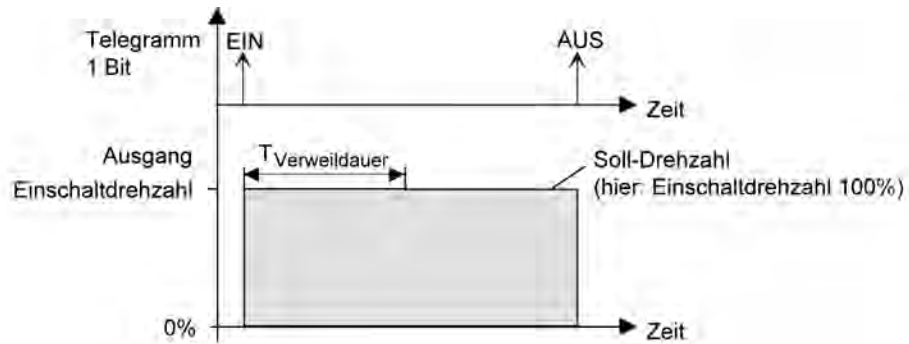
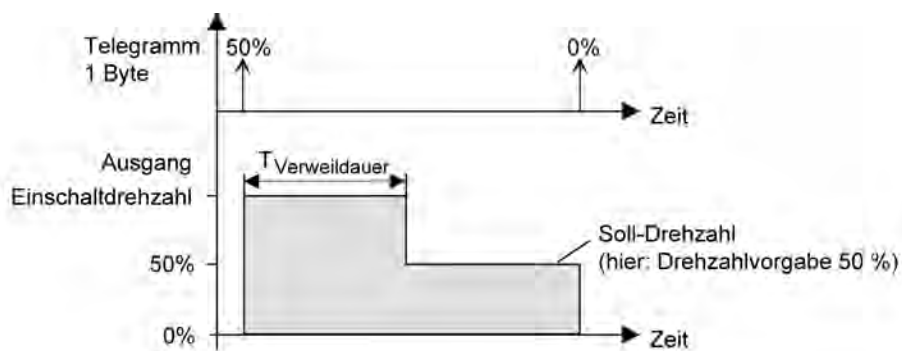
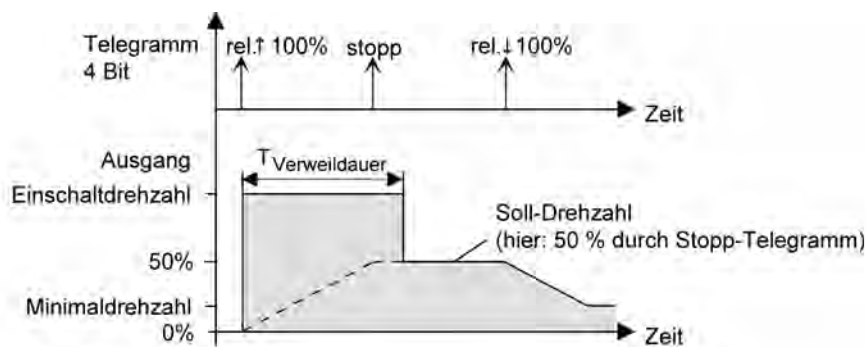

Bild 41: Einschaltzahl und Soll-Drehzahl bei Schaltbefehlen
Bild 42: Einschaltzahl und Soll-Drehzahl bei Wertbefehlen
Bild 43: Einschaltzahl und Soll-Drehzahl bei relativen Dimmbefehlen
- i** Soll-Drehzahl: Die Soll-Drehzahl ergibt sich direkt aus Schaltbefehlen durch Schalt-Telegramme oder durch die Handbedienung. Die Soll-Drehzahl ist dann die Einschaltdrehzahl (Bild 41). Alternativ wird die Soll-Drehzahl unmittelbar durch Telegramme auf das Drehzahlobjekt oder durch Drehzahlvorgaben der Szenenfunktion oder Sperr- und Zwangsstellungsfunktionen festgelegt (Bild 42). Beim relativen Dimmen über ein 4 Bit Dimmtelegramm gibt die Schrittweite des Telegramms das Dimmziel und somit die Soll-Drehzahl vor. Wenn ein relativer Dimmbefehl durch ein Stopp-Telegramm angehalten wird (z. B. Taste am Tastsensor vorzeitig losgelassen), entscheidet der Zeitpunkt des Stopp-Telegramms, welche Drehzahl als Soll-Drehzahl eingestellt wird (Bild 43). Sofern das Stopp-Telegramm noch während der Verweildauer der Einschaltdrehzahl beim Aktor empfangen wird, berücksichtigt der Aktor die im Hintergrund nachgeführte und hochgedimmte Drehzahl zum Stoppzeitpunkt als Soll-Drehzahl. Wenn hingegen das Stopp-Telegramm bei Aktor eintrifft, nachdem die Verweildauer der Einschaltdrehzahl abgelaufen ist, stellt der Aktor die durch die Schrittweite des Dimmtelegramms vorgegebene Drehzahl als Soll-Drehzahl ein. Das Stopp-Telegramm wird in diesem Spezialfall verworfen. In der Regel senden Tastsensoren in der Standard-Konfiguration Dimmschrittweiten von 100 % aus. Das Stopp-Telegramm entscheidet dann, wann ein relativer Dimmvorgang vorzeitig abgebrochen wird. Kommt das relative Dimmen in der Betriebsart "Drehzahlsteller" zum Einsatz und ist eine relativ kurze Verweildauer zur Einschaltdrehzahl konfiguriert, sollten Tastsensoren auf kleinere Dimmschrittweiten mit Telegrammwiederholung umkonfiguriert werden. Hierbei ergibt sich der Vorteil, dass keine Stopp-Telegramme ausgesendet werden müssen, um Zwischenwerte des möglichen Dimmbereiches anzudimmen.